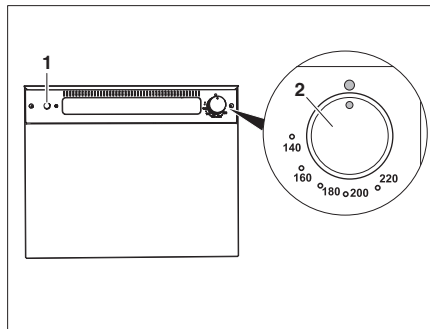

Bild 312 Gasugn (Thetford)
- Tryck lätt på vridregulatorn (Bild 312,2) och vrid den åt vänster till valfritt läge.
- Tryck på tändaren (Bild 312,1) tills lågan tänds.
- Vrid vridregulatorn (Bild 312,2) till "O". Flammen slocknar.